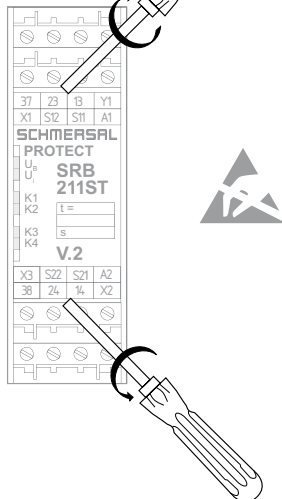

Fig. 3
**Ouverture de la face avant (voir Fig. 3)**